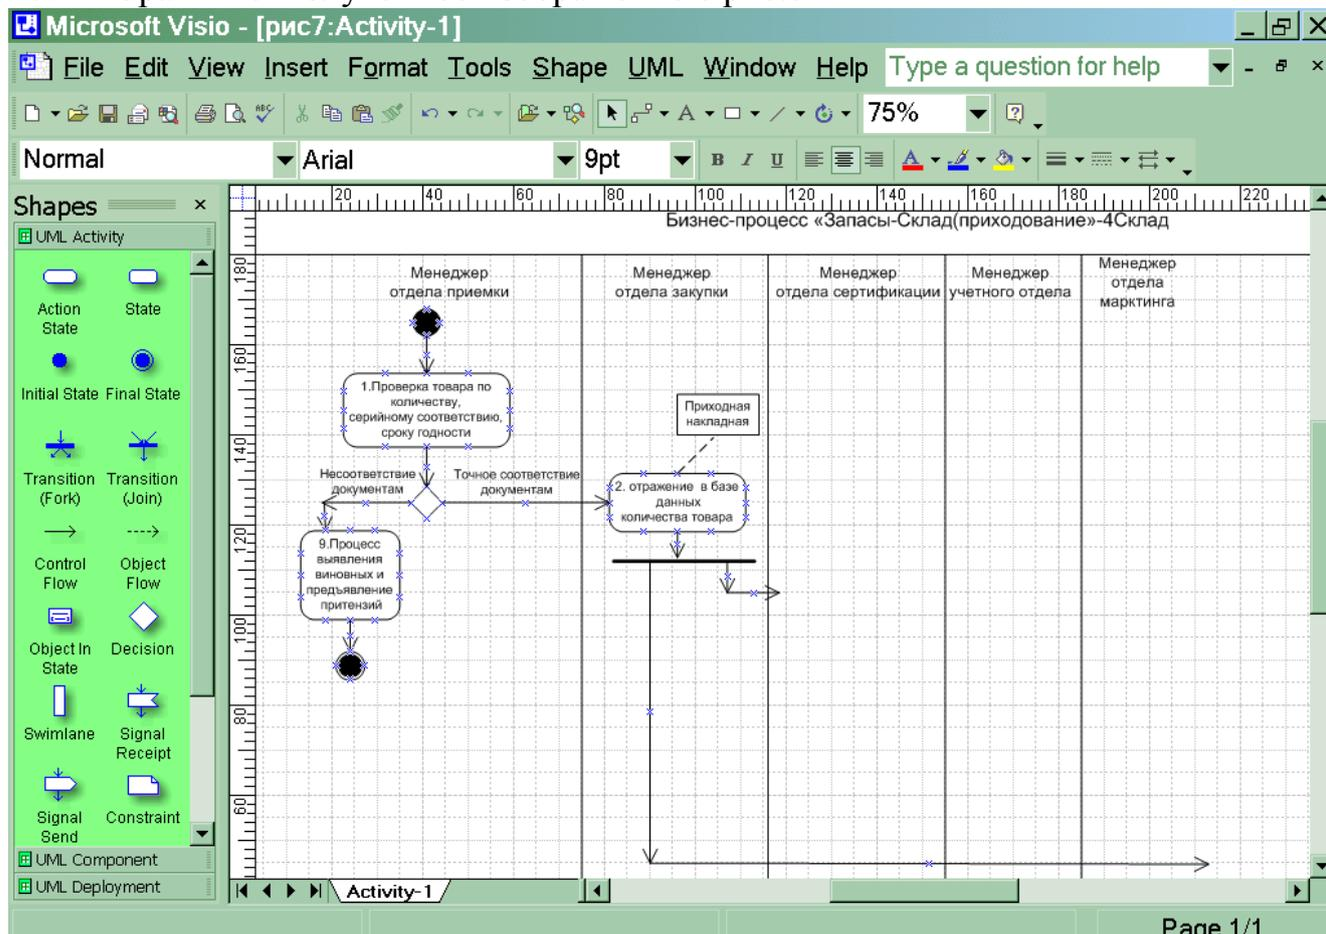

Рис.7 Диаграмма действий менеджера отдела приемки и менеджера отдела закупок
20. Сравните полученное изображение с рис.7
**26.** Соедините операцию №2 с операцией №8, используя ранее подготовленную стрелку (Рис. 7).